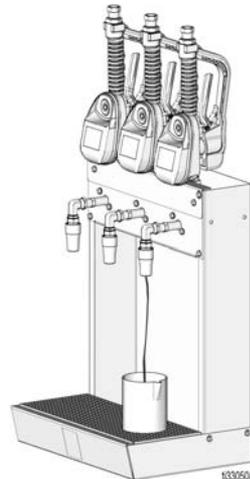

ABB. 18
2. Einen Behälter unter das Ablassventil an der Öltheke stellen (ABB. 18). Die Düse öffnen.
3. Abzug betätigen, um so viel Restmaterial wie möglich aus der Leitung abzulassen (ABB. 18).